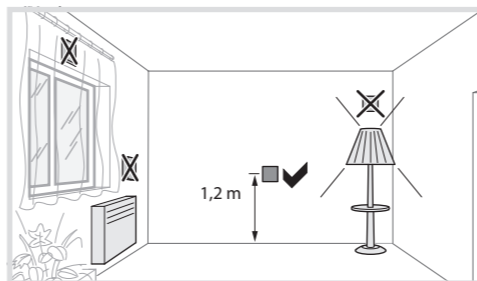

Bild 7: Montageort von Bewegungsmeldern
- Vibrationsfreien Montageort wählen. Vibrationen können zu ungewollten Schaltungen führen (Bild 7).
- Störquellen im Erfassungsbereich (Bild 4) vermeiden. Störquellen, z. B. Heizkörper, Lüftungs-, Klimaanlage und abkühlende Leuchtmittel können zu ungewollten Schaltungen führen (Bild 7).